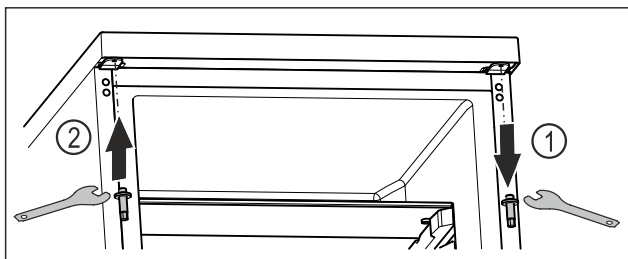

Fig. 20
- ▶ Dévisser l'axe supérieur avec une clé mâle coudée pour vis à six pans creux. *Fig. 20 (1)*
- ▶ Serrer l'axe du côté opposé avec une clé mâle coudée pour vis à six pans creux. *Fig. 20 (2)*